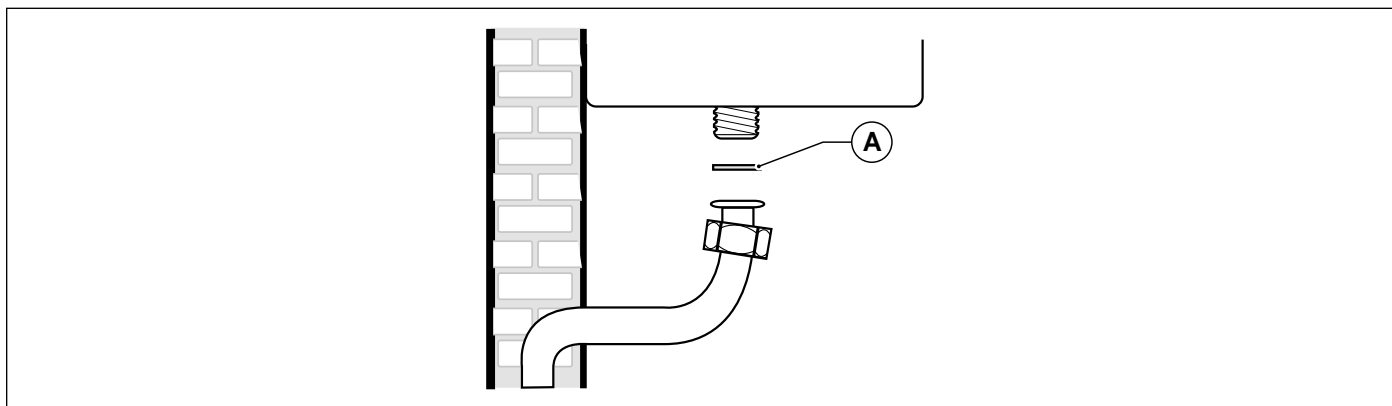

Рис. 17 Подключение к газовой сети
**ОБЯЗАТЕЛЬНО**, при подключении котла к линии подачи ГАЗА использовать накидную гайку (А) с применением прокладки в стыковой полости (смотри Рис. 17 Подключение к газовой сети).